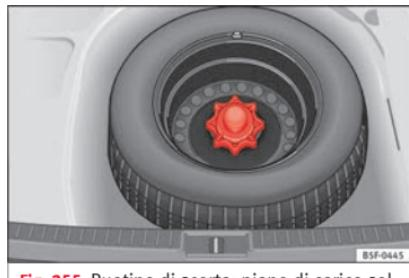

Fig. 255 Ruotino di scorta: piano di carico sollevato.
- Sollevare il piano di carico e mantenerlo sollevato per poter togliere la ruota di scorta **» fig. 255**.